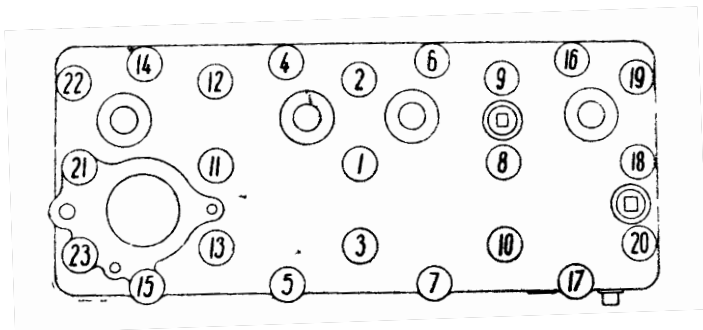

Рис. 5. Порядок подтяжки гаек головки цилиндров.
2. Подтянуть гайки крепления головки блока двигателя, соблюдая порядок подтяжки, указанный на рис. 5. Эту операцию надо делать специальным ключом, прилагаемым к автомобилю, без рывков и только на холодном двигателе. Усилие на рукоятке ключа должно быть в пределах 35—40 кг. Запрещается удлинять ключ (наставлять его трубой и т. д.). Следует остерегаться перетяжки этих гаек, так как это может вызвать обрыв шпилек.